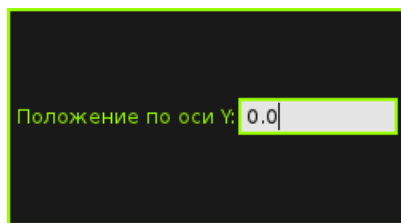

Рис. 43. Пример поля ввода значения по координате Y.
3. Нажмите на клавишу «Принять за ноль по оси». При этом программа отобразит окно для ввода значения координаты по выбранной оси, как показано на Рис. 43.